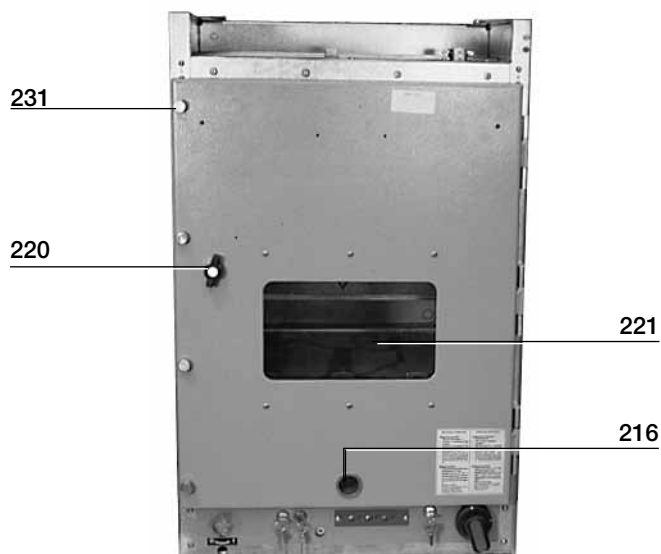

Fig. 7m
- una maniglia (220) (fig. 7m) di chiusura-apertura;
- un oblò (221) (fig. 7m) di ispezione per il contattore;
- un innesto (216) (fig. 7m) per la leva asportabile di inserzione/sezionamento del contattore a porta chiusa;
- godroni di chiusura (231) (fig. 7m).
- a handle (220) (fig. 7m) for closing-opening;*
- an inspection window (221) (fig. 7m) for the contactor;*
- a coupling (216) (fig. 7m) for the removable connection/isolation lever of the contactor with the door closed;*
- knurled closing screws (231) (fig. 7m).*